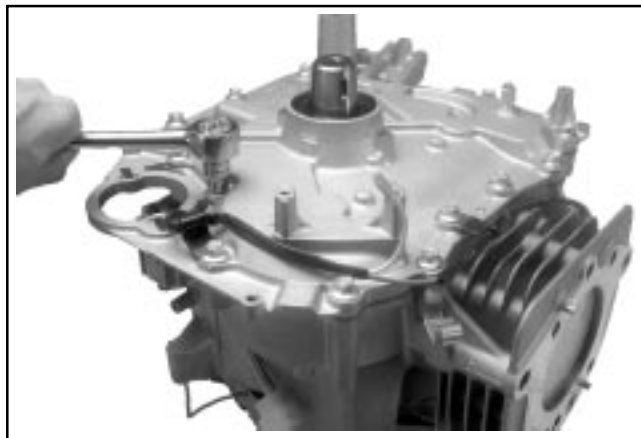

Figure 8-35. Dépose des vis de la plaque de fermeture.
1. Retirer les quatorze vis hexagonales attachant la plaque de fermeture au carter. Voir la Figure 8-35. Noter l'emplacement et la position des clips ou des pinces.